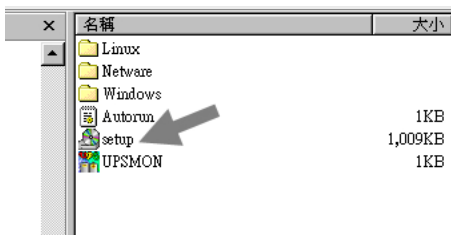

Рис. 5.2
***Примечание:** Если ваша инсталляционная программа не запускается автоматически, выберите Start → Programs → Windows Explorer (для ОС Windows 98™), а затем кликните курсором мышки два раза по инсталляционной иконке (в вашем дисковом CD-ROM, как показано на рис. 5.2).*